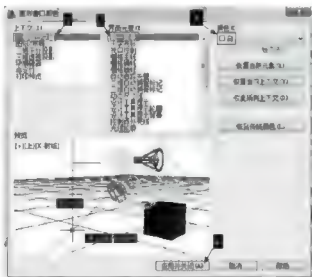

图 2-12
**步骤 3:** 设置【图形窗口颜色】对话框参数, 具体设置如图 2-12 所示。